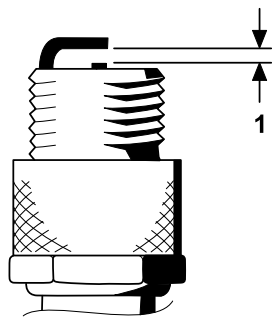

图31
4. 如图31所示将中心电极与侧电极之间的空隙设置为0.76mm。